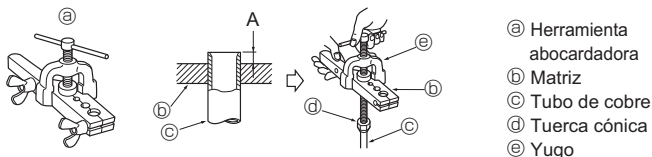

Fig. 4-6
4.2.4. Trabajo de abocinamiento (Fig. 4-6)